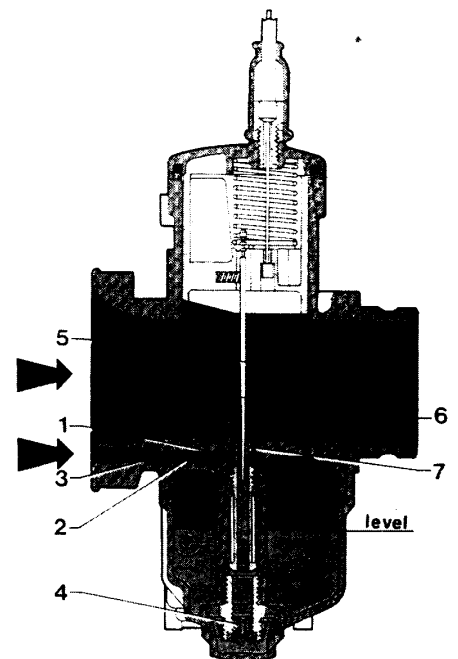

Bild 22
Bild 22 zeigt das Vollastsystem eines 2-Takt-Motors. Am Ende des Zerstäubers (7) befindet sich eine separate Düse, die für ein verbessertes Beschleunigungsverhalten sorgt.